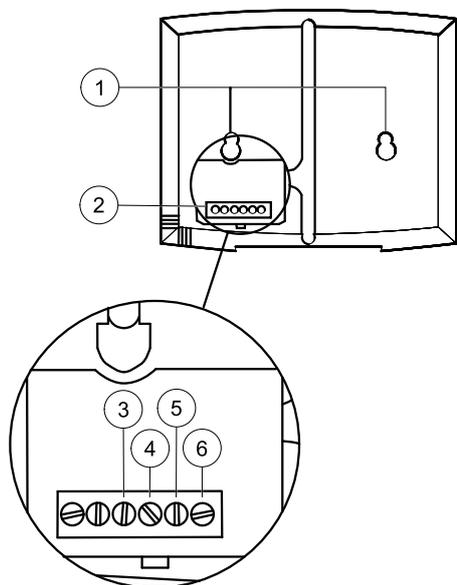

Рис. 13 Электрические соединения пульта управления
Панель управления поставляется присоединенной к контроллеру Corrido, расположенному в соединительной коробке. Длина кабеля — 10 м. Чтобы отсоединить пульт управления от сигнального кабеля, можно отсоединить провода на его задней части (рисунок 13).
- 2 При необходимости просверлите в стене два отверстия для крепления пульта управления (межцентровое расстояние — 60 мм) (поз.1, рисунок 13).